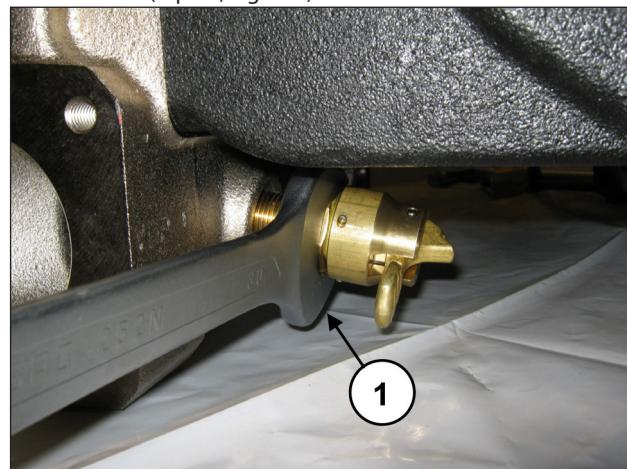

Fig. 141
Dévisser le dispositif d'ouverture des soupapes à l'aide d'une clé de 30 mm (rep. ①, Fig. 141).